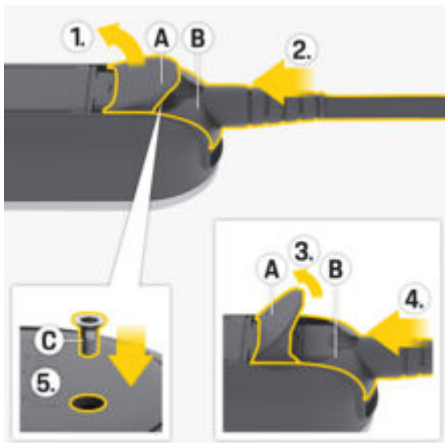

Fig. 32: Fixation des câbles d'alimentation et des fiches
1. Ouvrez le couvercle **A** (Fig. 32) à environ 15 degrés (juste assez pour que la fiche **B** (Fig. 32) s'insère dans le module de commande).
2. Insérez la fiche **B** (Fig. 32) dans le module de commande jusqu'au premier point de résistance.
3. Ouvrez complètement le couvercle **A** (Fig. 32).
4. Insérez entièrement la fiche **B** (Fig. 32).
5. Fermez complètement le couvercle **A** (Fig. 32) et fixez-le avec une vis **C** (Fig. 32).